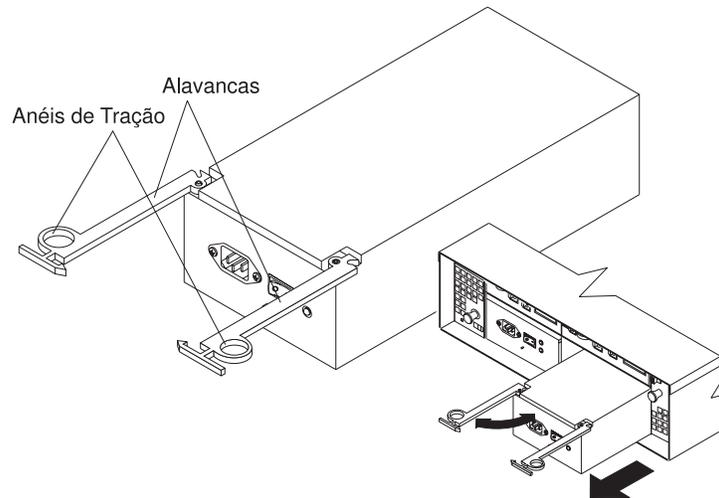

Figura 8. Removendo uma CRU de Fonte de Alimentação
2. Puxe a alavanca para abrir e remova a fonte de alimentação conforme mostrado na Figura 8 na página 15.